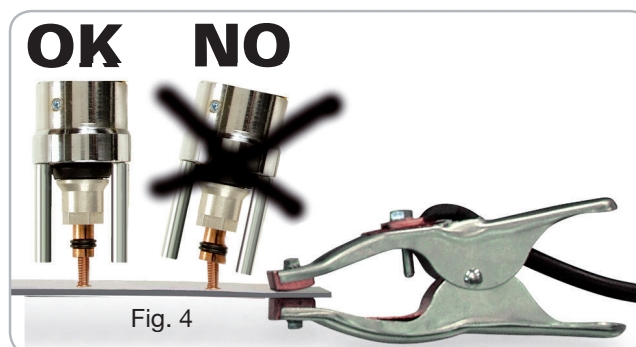

Fig. 4
- Ejecutar algunas soldaduras regulando la tensión con el mando **G** y la fuerza de la pistola con la regulación **Q** hasta obtener soldaduras perfectas. La pistola se extrae manteniéndola perfectamente alineada con el perno para no deformar la pinza (Fig4).